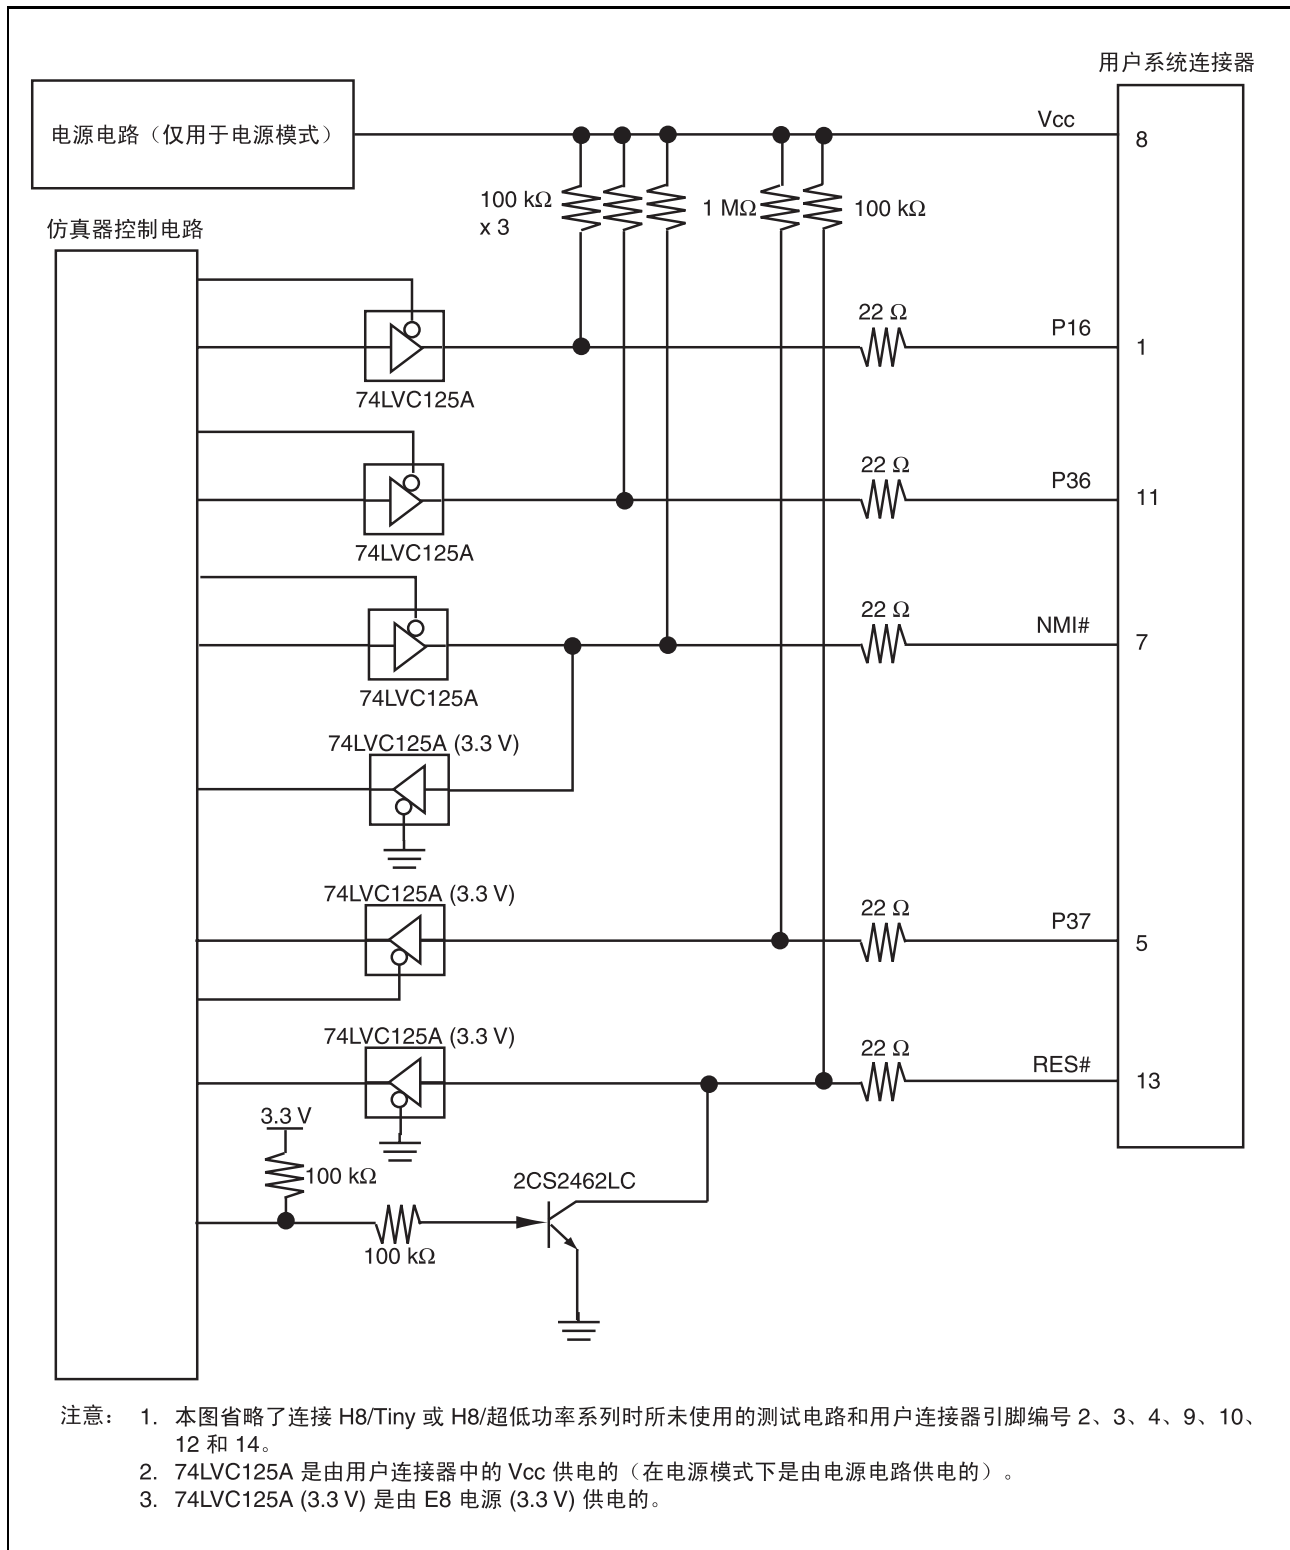

图 4.6 E8 仿真器中的接口电路（参考）
7. 图 4.6 和 4.7 分别显示了 E8 和 E8a 仿真器中的接口电路。请参考这些图来确定上拉电阻值。